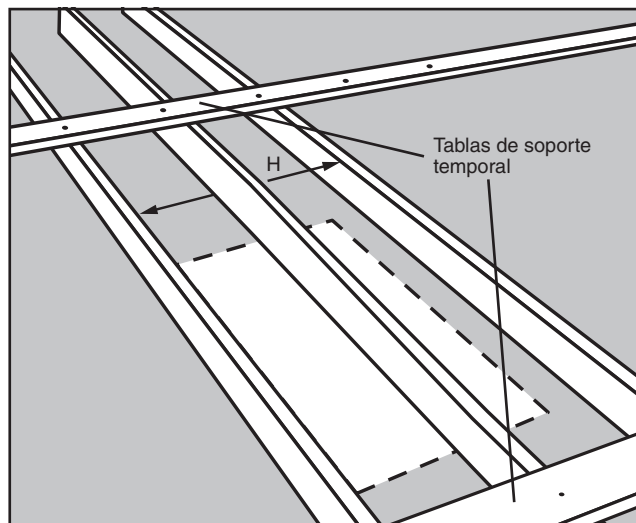

FIGURA 14
- PASO 1.** Mida la longitud "H" de travesaño entre las vigas **no-cortadas** (Vea la Figura 14).